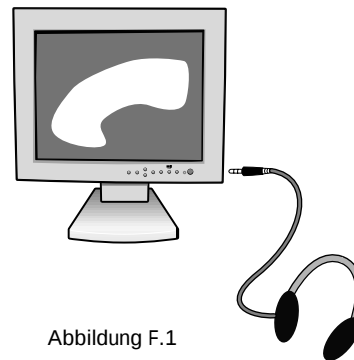

Abbildung F.1
2. Kopfhörer können an den „Headphones“-Ausgang auf der rechten Monitorseite angeschlossen werden (Abbildung F. 1). Kopfhörer sind in Elektrofachgeschäften am Ort erhältlich.